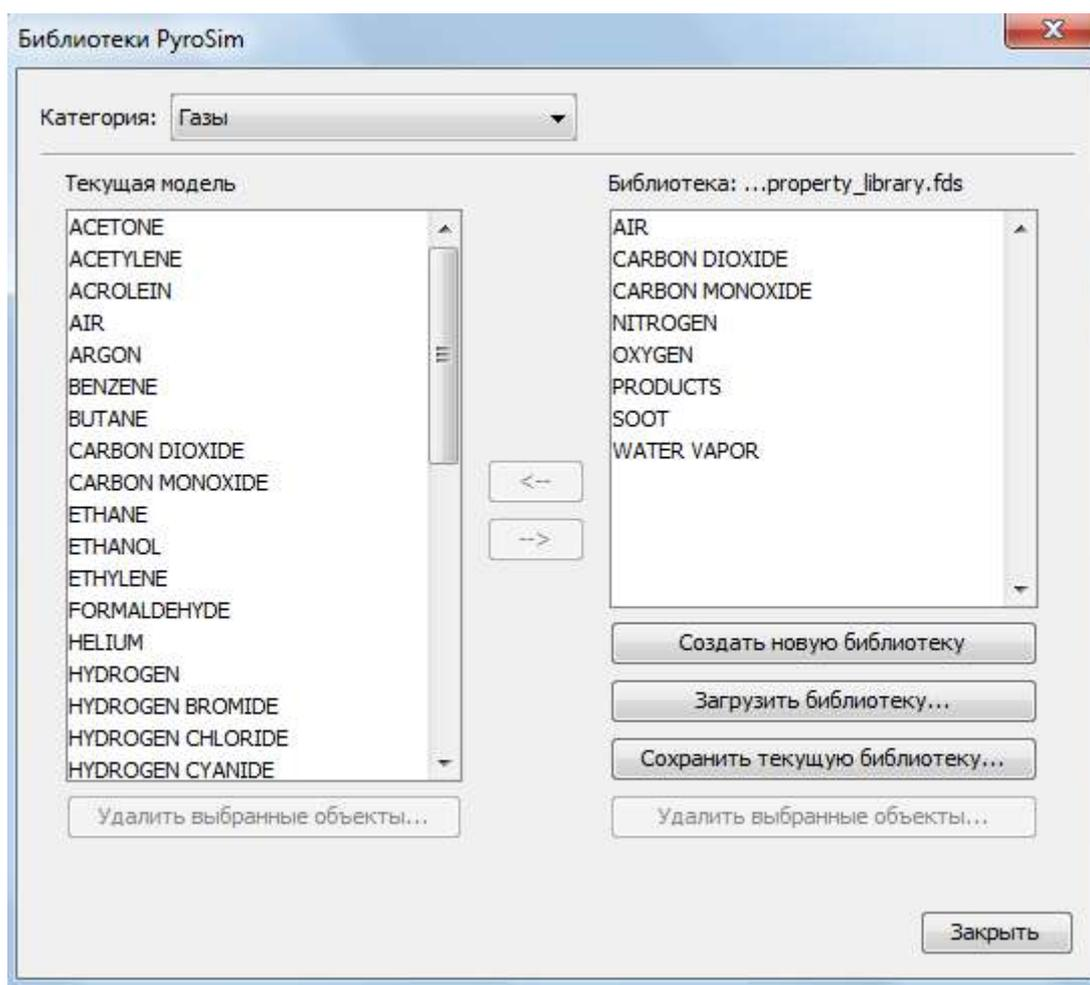

Рисунок 21.1. Создание библиотеки материалов
2. Выберите «**Категорию**», которую хотите использовать и переместите пункты списка из «**Текущей модели**» в «**Библиотеку**», рисунок 21.1.